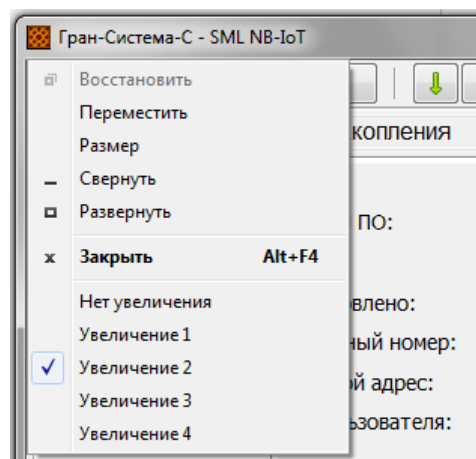

Рисунок 4 – Системное меню программы
3.1.2 Через системное меню программы можно выбрать подходящее масштабирование компонентов и текста при работе на большом мониторе (рисунок 4).